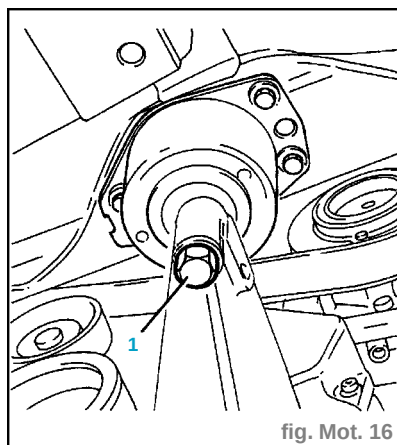

fig. Mot. 16
- Dévisser la vis du support du moteur du côté de la distribution au tampon élastique (1) (fig. Mot. 16).
- Resserrer à **4,2 - 5,1 daN.m** la vis de fixation du support du moteur du côté de la distribution au tampon élastique (fig. Mot. 16).